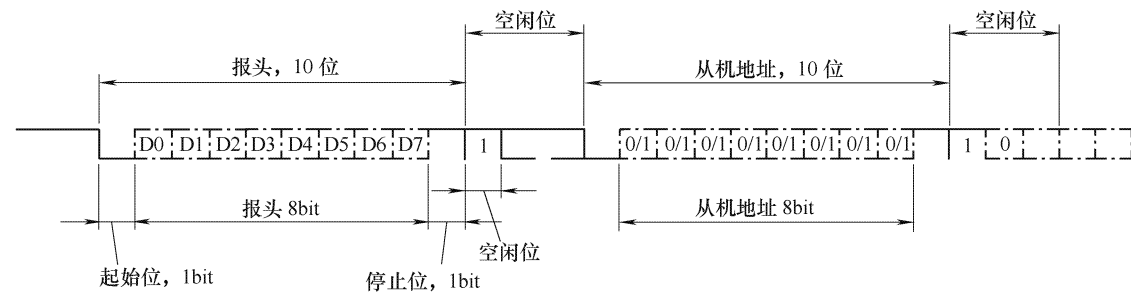

图 E.2 数据传输字节
E.3.2 数据传输最小单位为字节, 即包含起始、停止位的 10 bit 数据, 如图 E.2 所示。